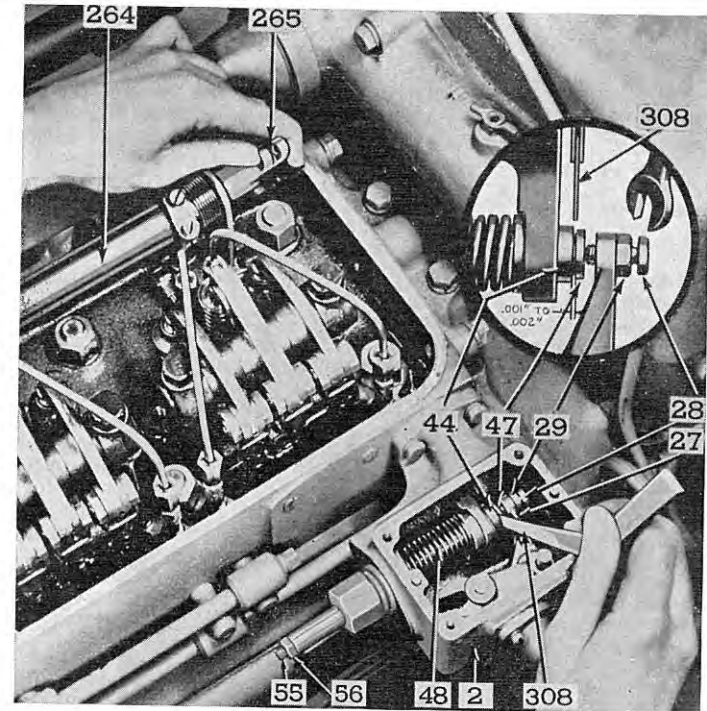

Fig. 10 - Réglage du jeu du régulateur (DW-LS)
- 3) Démonter la tige de liaison entre le régulateur et le levier de commande du tube n° 265. Voir figure 10.